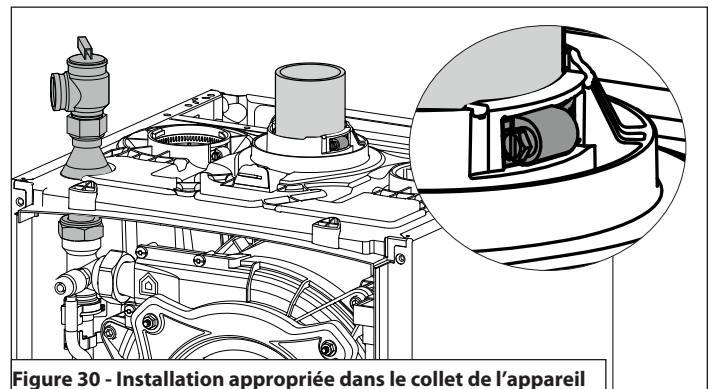

Figure 30 - Installation appropriée dans le collet de l'appareil
**Suivez ces étapes pour installer un conduit d'évacuation dans le collet de ventilation de la chaudière. Pour plus d'informations, reportez-vous à la Figure 30.**